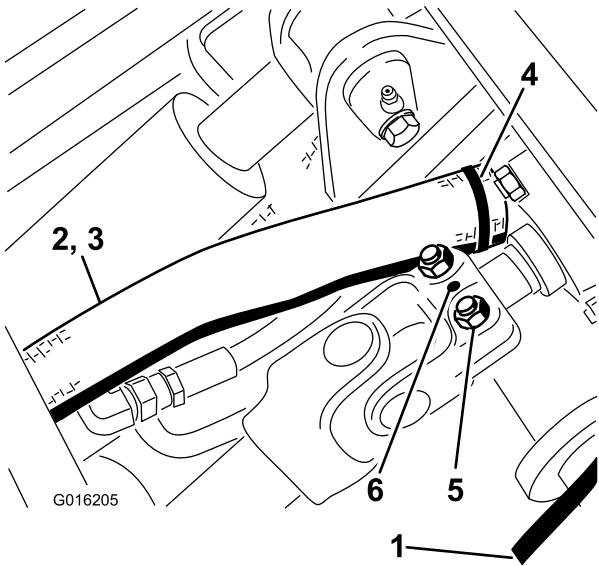

Bild 108
30. Setzen Sie den Rollstift ein (Bild 108).